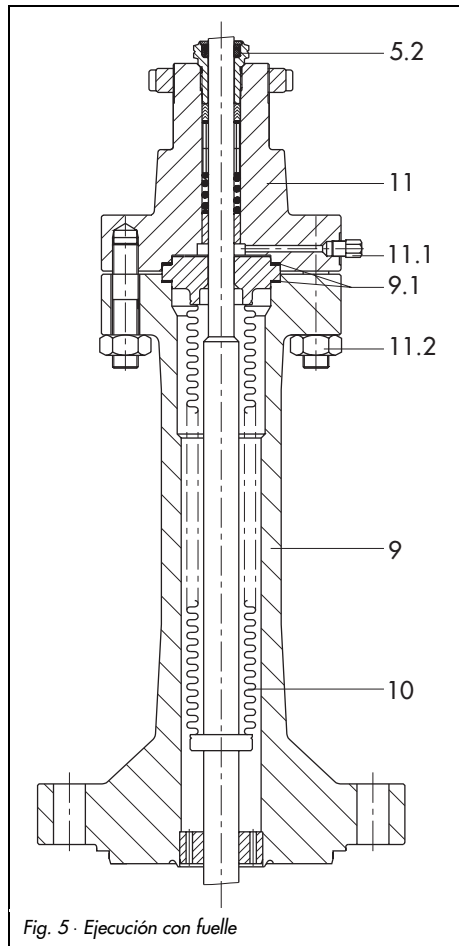

Fig. 5 · Ejecución con fuelle
En la ejecución con cierre al exterior por fuelle metálico (fig. 5), en la brida superior se encuentra una conexión de control (11.1), para poder comprobar la hermeticidad del fuelle.
El fuelle metálico (10) se puede cambiar sólo junto al vástago del obturador como una sola pieza. Para ello, proceder como se describe en el cap. 5.1.2 (fig. 5).